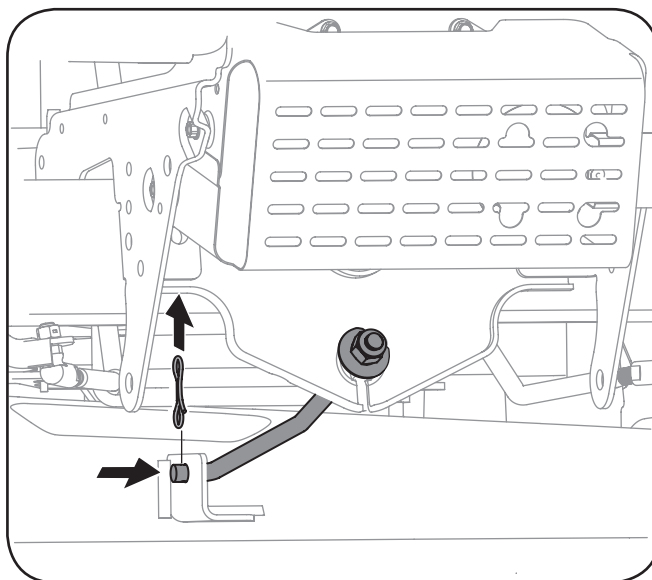

**Figura 7-2**
4. Retire la correa (C) de alrededor de la polea del motor del tractor y de la(s) polea(s) loca(s). Consulte Cambio de la correa de la plataforma más adelante en esta sección para obtener instrucciones detalladas.
5. **On 42" Decks:** Mire la plataforma de corte desde el lado izquierdo del tractor y localice el pasador de horquilla que fija la varilla de sostén de la plataforma al lateral posterior izquierdo de la plataforma. Vea la Figura 7-2. Retire el pasador de chaveta que ajusta la varilla de soporte de la plataforma y con cuidado retire el soporte de la plataforma del brazo de elevación de la plataforma.
**El 46 "Cubiertas:** En cuanto a la plataforma de corte desde el lado izquierdo del tractor, busque la liberación cubierta de manejar. Véase la mitad inferior de la figura. 7-2. Tire de la cubierta de liberación manejar con cuidado y liberación de la cubierta de los brazos de elevación de la cubierta.